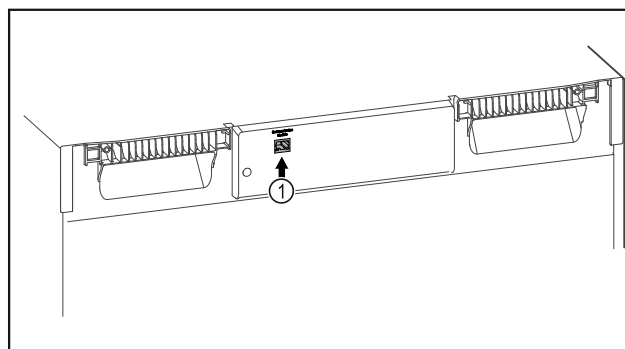

Fig. 126
- Założono SmartModule Fig. 126 (1).